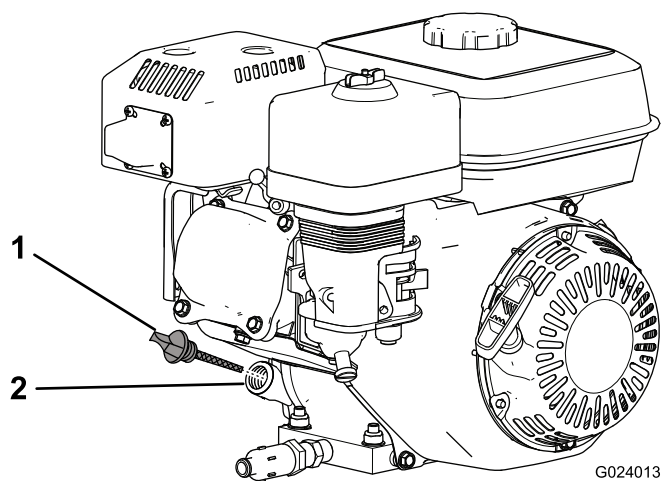

Figura 13
2. Pare o motor, espere que arrefeça e limpe a área em torno do tampão de enchimento de óleo/vareta (Figura 13).